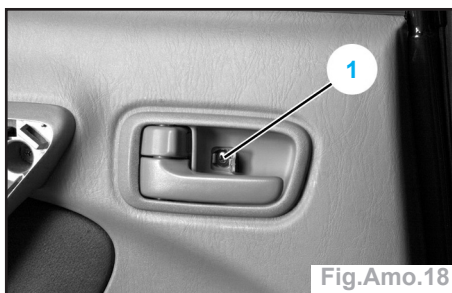

Fig.Amo.18
- déposer l'encadrement de commande d'ouverture intérieure en retirant la vis (1) (Fig.Amo.18).